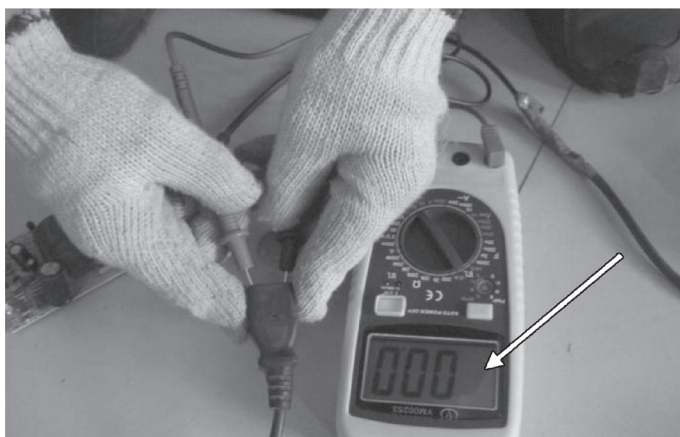

图 4-5 测量输出端电压
3) 更换输出插座后测量插座正、负极间仍没有充电电压，如图 4-5 所示。